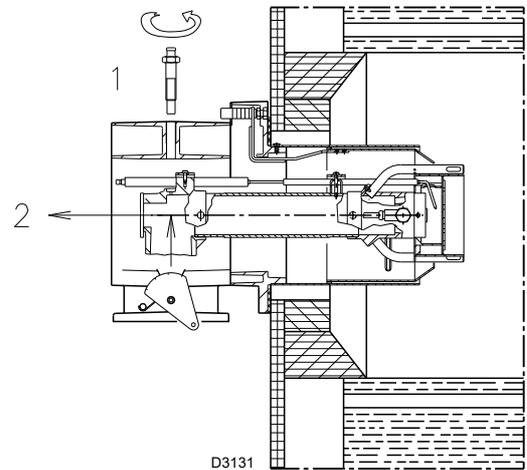

Abb. 19
- Entfernen Sie die Schraube 1)(Abb. 19) und ziehen Sie den Innenteil 2) heraus;
Lösen Sie, um die Einstellung zu erleichtern, die Schraube 1)(Abb. 19 auf S. 23), nehmen Sie die Einstellung vor und ziehen Sie die Schraube dann wieder fest.